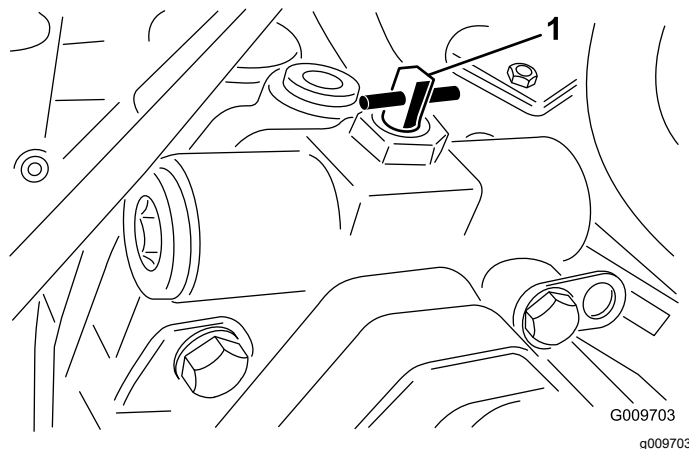

Рисунок 91
6. Перед запуском двигателя закройте буксировочный перепускной клапан, повернув его обратно на 90° (1/4 оборота) (Рисунок 91).